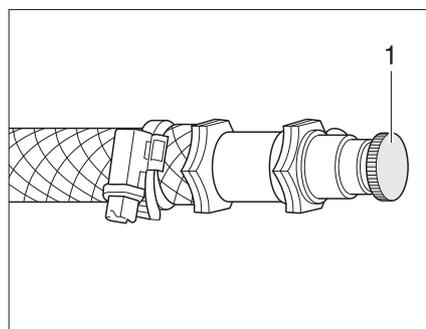

Bild 178 Entlüftungsventil Warmwasser-Heizung
- Das Entlüftungsventil (Bild 178,1) öffnen und geöffnet lassen, bis keine Luft mehr austritt.